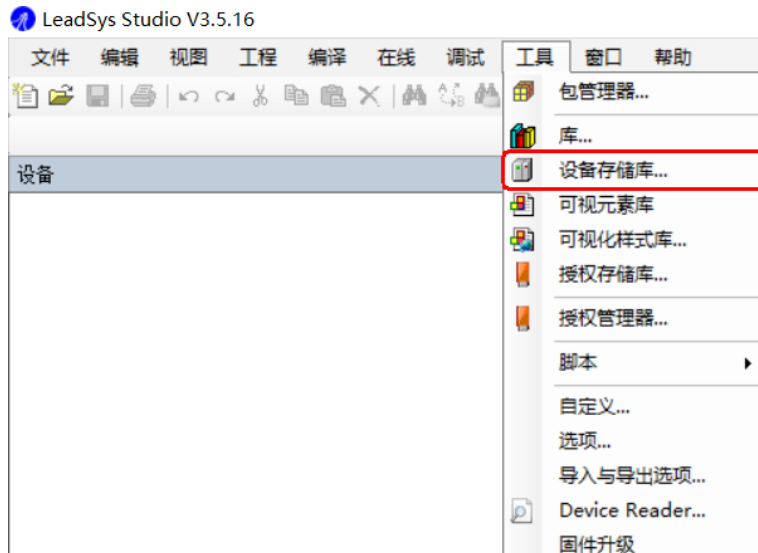

图 15.10 选择“设备储存库”
1、打开 LeadSys 软件，选择菜单栏中的“工具”选项卡，在二级菜单中选择“设备储存库”，如图 15.10 所示。